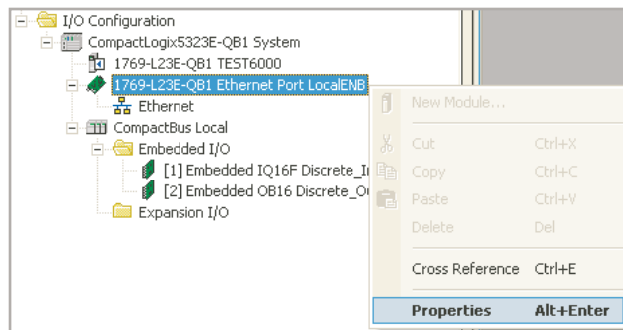

Abbildung 4.3.21h Ethernet Port Lokalisierung
4. Ist der Download beendet, klicken Sie mit der rechten Maustaste auf den entsprechenden Ethernet Port im linken Fenster und wählen Sie „Properties“ (Abbildung 4.3.21h).